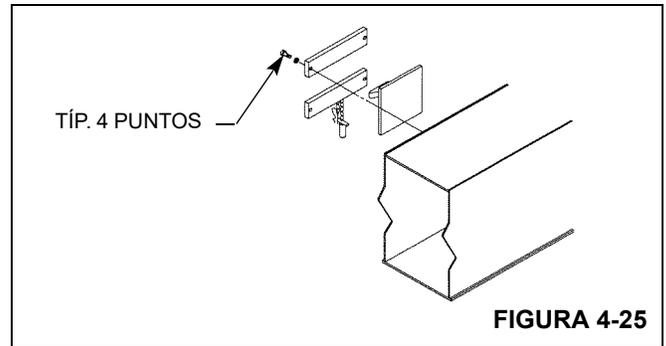

FIGURA 4-25
- Fije el conjunto del gancho con pernos, pero sin apretarlos, al costado de la primera sección de la pluma, Figura 4-25.